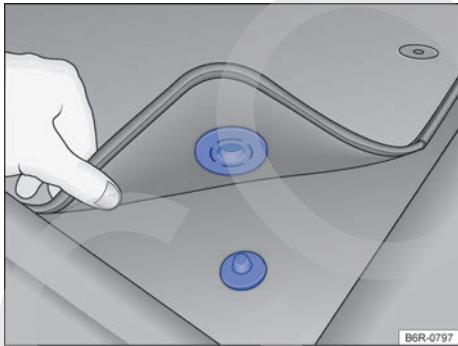

Fig. 18 Alfombras delanteras con fijación y perno de la alfombra.
- ✓ Acomodar bien la alfombra en el área reposapiés del lado del conductor para que no obstruya la zona de los pedales. dependiendo de la versión del vehículo, las alfombrillas delanteras puede tener fijación de la alfombra y perno en la alfombra ⇒ fig. 18.